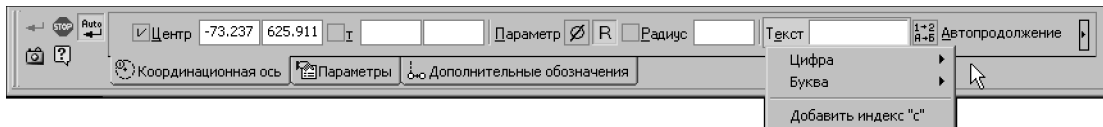
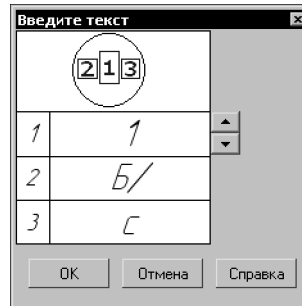

Рис. 31.25. Контекстное меню поля **Текст** координационной оси
Рис. 31.26. Диалог ввода текста координационной оси
Автопродолжение действует для **обозначения оси** — букв или чисел, введенных в первое поле ввода диалога ввода текста (см. рис. 31.26 на с. 343) или выбранных из контекстного меню поля **Текст** Панели свойств (см. рис. 31.25).
- ▼ Если обозначение содержит только номер или букву, его удобнее сформировать с помощью контекстного меню поля **Текст**. В меню находятся следующие команды: **Цифра**, **Буква** и **Добавить индекс «с»** (рис. 31.25).
- ▼ Если необходимо ввести букву и номер или отредактировать текущее обозначение, следует вызвать диалог ввода текста (рис. 31.26), щелкнув левой кнопкой мыши в поле **Текст** или при помощи команды **Текст надписи...** из контекстного меню поля чертежа.